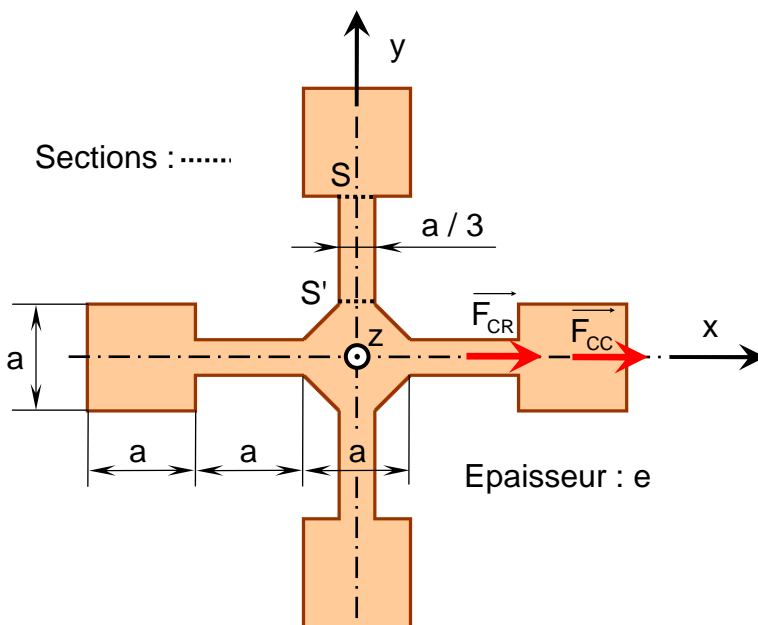

Fig. 1 : La pièce tournante.
La Fig. 1 ci-contre représente un élément de machine tournante, en rotation autour de l'axe z à une vitesse constante ω . Il s'agit d'une plaque d'épaisseur e constante, constituée de 4 carrés identiques disposés à l'extrémité de bras rectangulaires reliés à une partie centrale. ρ désigne la masse volumique du matériau constituant la plaque. La seule sollicitation à prendre en compte est la rotation.
- 1.2. Donner l'expression de la force centrifuge F_{CR} de la partie rectangulaire d'un bras, entre les sections S et S' repérées Fig. 1.